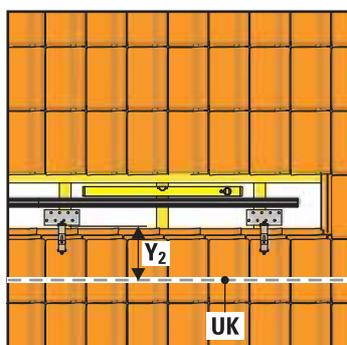
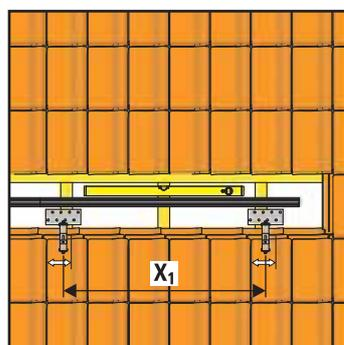

Figure 3-7 Alignement des crochets de couvreur par rapport au bord inférieur prévu des capteurs solaires UK à un écartement Y_2
Figure 3-8 Détermination de la position de montage des crochets
4. Déterminez les emplacements de montage des crochets de couvreur. Répartissez les crochets uniformément sous le rail de profilé de montage (Figure 3-7 et Figure 3-8).